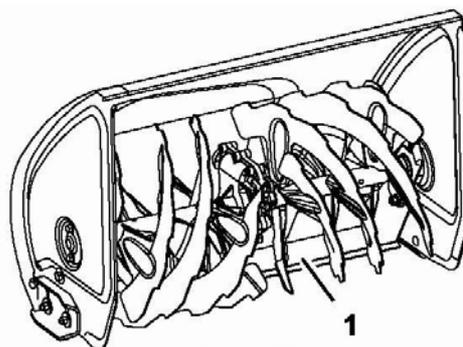

Рисунок 43.
4. Потяните рукоятки вниз, чтобы скребок подвинулся полностью вперед, затем поставьте переднюю часть снегоборщика вниз, чтобы передняя часть скребка соприкоснулась с землей (Рис. 43).